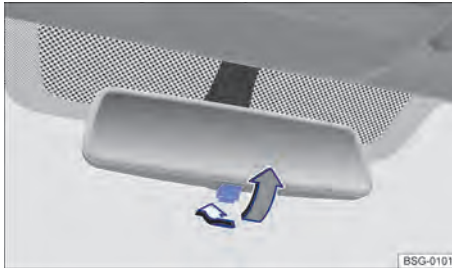

Fig. 90 Sur le pare-brise : rétroviseur intérieur jour/nuit manuel
- Pour sélectionner la position nuit, tirez le levier vers l'arrière → fig. 90.